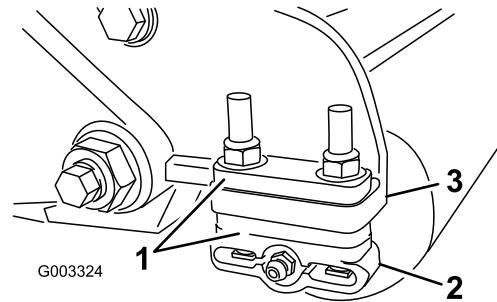

图 14
1. 根据剪草高度表将所需数量的隔片放在侧板安装法兰图 14 下将后滚筒支架图 14 调节到所需的剪草高度范围。